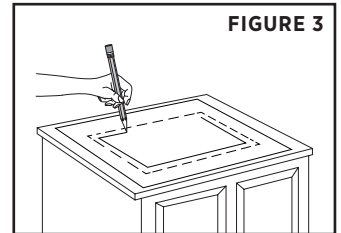

FIGURE 3
Please refer to the template for both the sink and faucet cut-out. Trace the cut-out line from the template onto the vanity (this will be the cut-out line). Make sure that the cut-out line is positioned properly on the vanity **(FIGURE 3)**.
*Veillez vous référer au gabarit, tracez la découpe à partir du gabarit sur le meuble-lavabo (cette ligne sera la ligne de découpe). S'assurer que le rebord soit positionné correctement sur le meuble-lavabo **(FIGURE 3)**.*